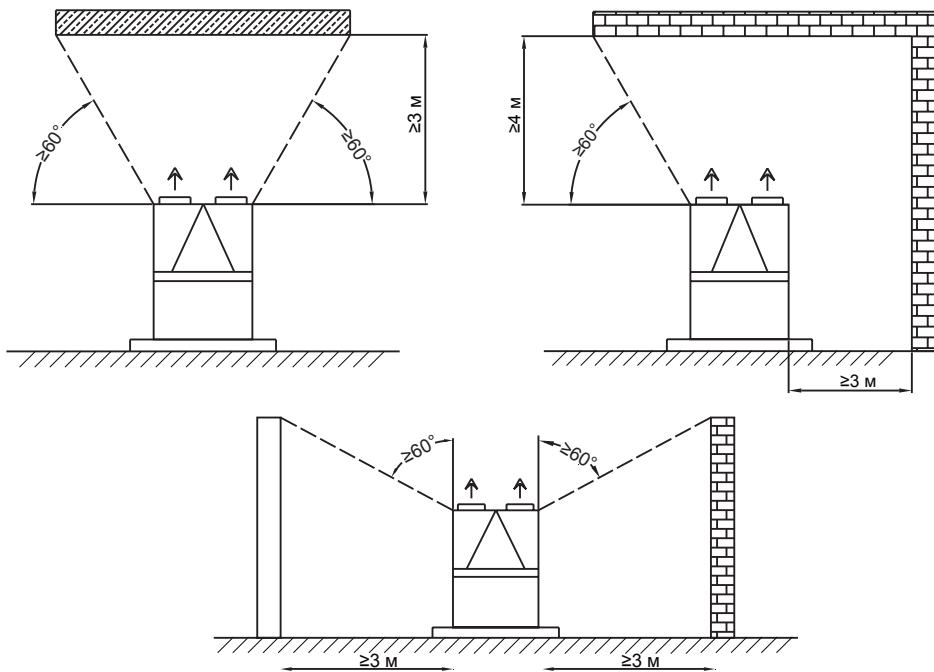

Рис. 6.3. Размещение чиллеров LUC-SSA(D)A...CXH
1. Предусмотрите достаточное пространство вокруг чиллера для нормальной работы и технического обслуживания оборудования. Рекомендации по размещению чиллеров приведены на рис. 6.3–6.6.